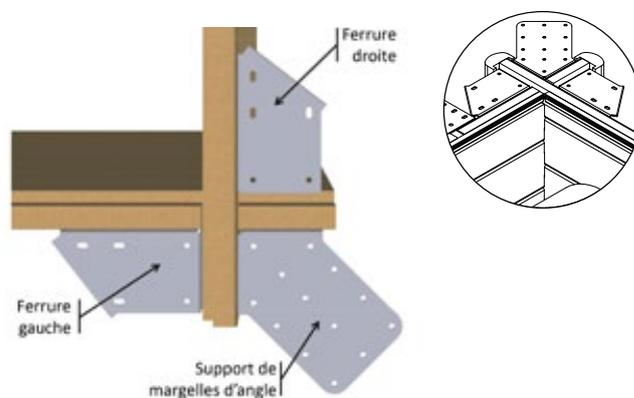

Figure 19 – Mise en place des ferrures dans les angles
- Dans les angles, montez quatre ferrures « droite » et quatre ferrures « gauche », ainsi que quatre supports de margelles d'angle, selon la Figure 19. Utilisez 4 vis penture torx 6 × 20 en inox A2 (sachet G) par équerre et 6 vis penture torx 6 × 20 en inox A2 (sachet G) par ferrure, soit un total de 64 vis.